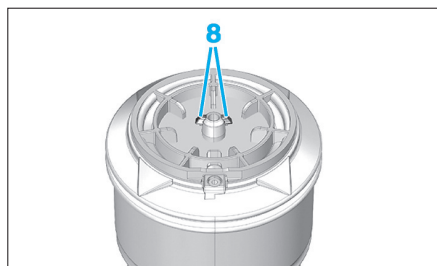

Fig. 29
*L'anneau (7) doit être caché par la membrane (6). Contrôler l'état du boudin pneumatique (déformation, cloquage, entaille, déchirure), la surface d'appui et la présence du circlips (8) (Fig.29)*